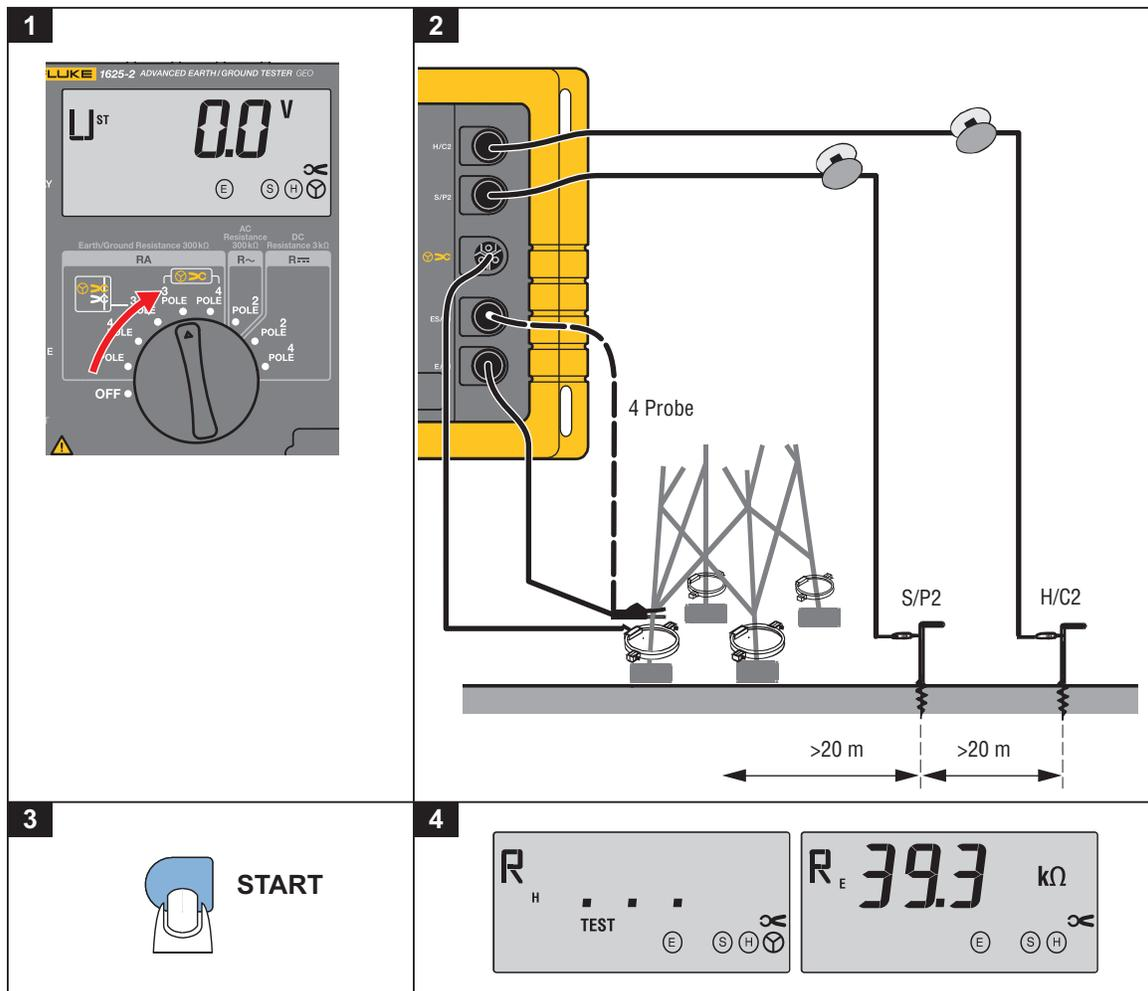

Figura 7. Resistencia de conexión a masa sin desconectar el cable de masa aéreo
El nuevo método de medición empleado en este instrumento, con su transformador de corriente externo para medir el flujo de corriente verdadero a través del electrodo de masa, permite realizar mediciones de resistencia del electrodo de masa sin desconexión del sistema de conexión a masa o desenganchando el cable de masa aéreo. Consulte la Figura 7.
1. Gire el selector giratorio central a la posición "➤ R_E 3 polos" o "➤ R_E 4 polos". El cableado del instrumento se hace conforme a la Figura 7 y a los mensajes mostrados en la pantalla.